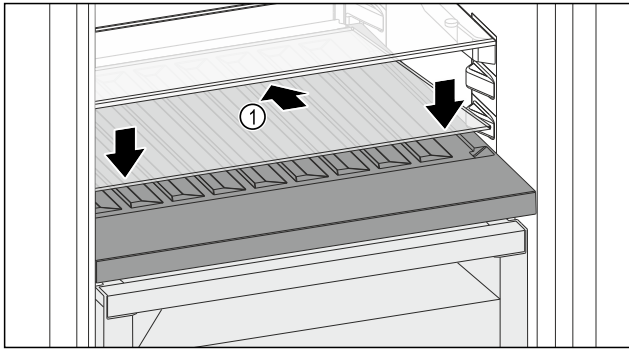

Fig. 115
- ▶ Glasplaat Fig. 115 (1) schuin naar achteren en naar beneden plaatsen.
- ▶ Glasplaat Fig. 115 (1) aan de voorzijde laten zakken.